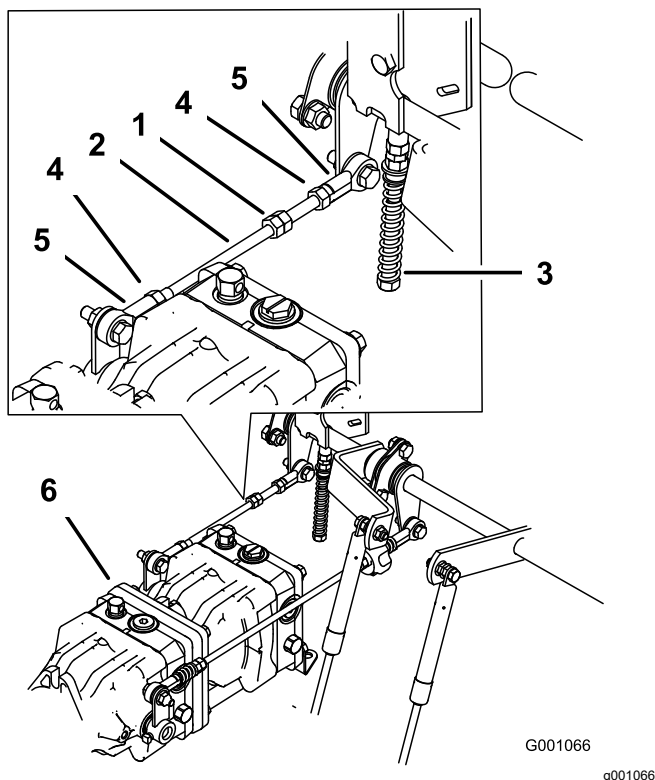

Figura 102
1. Desaperte as porcas de bloqueio nas rótulas na barra de controlo da bomba (Figura 102).
3. Ajuste o comprimento da barra da bomba rodando as porcas duplas na barra, na direção adequada, até que a roda fique parada ou a rodar ligeiramente para trás (Figura 102).
6. Aperte as porcas de bloqueio nas rótulas (Figura 102).